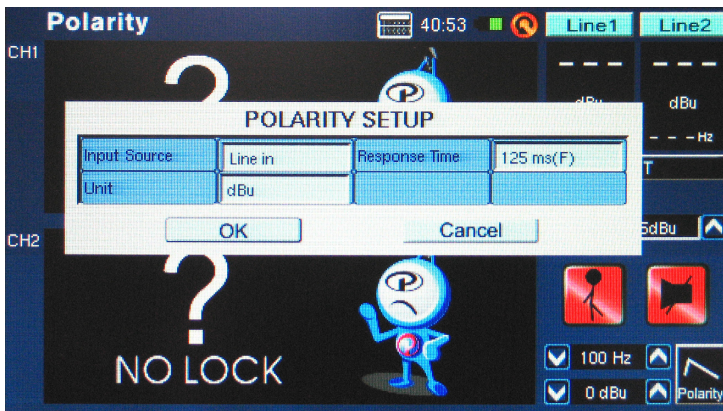

figura 56
2. Vaya al menú SET (figura 56) y seleccione MIC como su fuente de entrada. Salga del menú de configuración.